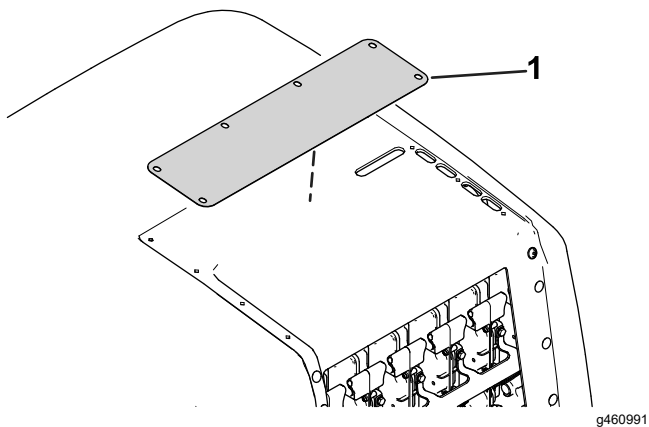

Figura 24
10. Rimuovete la piastra sotto alla copertura del cofano (Figura 24).